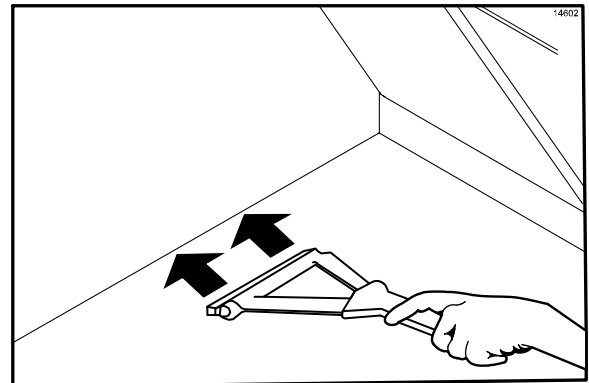

图 85
11. 用橡皮刮板将残留的油脂推入油脂槽内。(请见图 85)